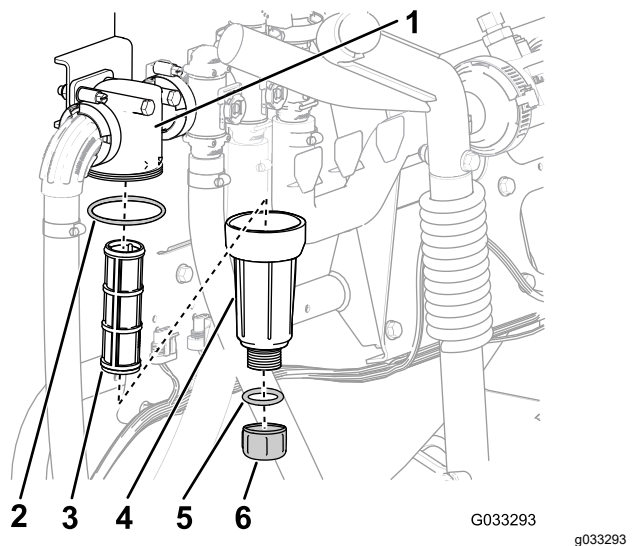

Figura 58
2. Coloque un recipiente de drenaje debajo del filtro de presión (Figura 58).
3. Gire el tapón de vaciado en sentido antihorario y retírelo de la cubeta del filtro de presión (Figura 58).
4. Enrosque la cubeta en sentido antihorario y retírela de la cabeza del filtro (Figura 58).
5. Retire el elemento usado del filtro de presión (Figura 58).
6. Inspeccione la junta tórica del tapón de vaciado (situada dentro de la cubeta) y la junta tórica de la cubeta (situada dentro de la cabeza del filtro) en busca de daños o desgaste (Figura 58).
7. Instale el elemento nuevo del filtro de presión en la cabeza del filtro (Figura 58).
8. Instale la cubeta en la cabeza del filtro, y apriétela a mano (Figura 58).
9. Instale el tapón en la cubeta, y apriételo a mano (Figura 58).